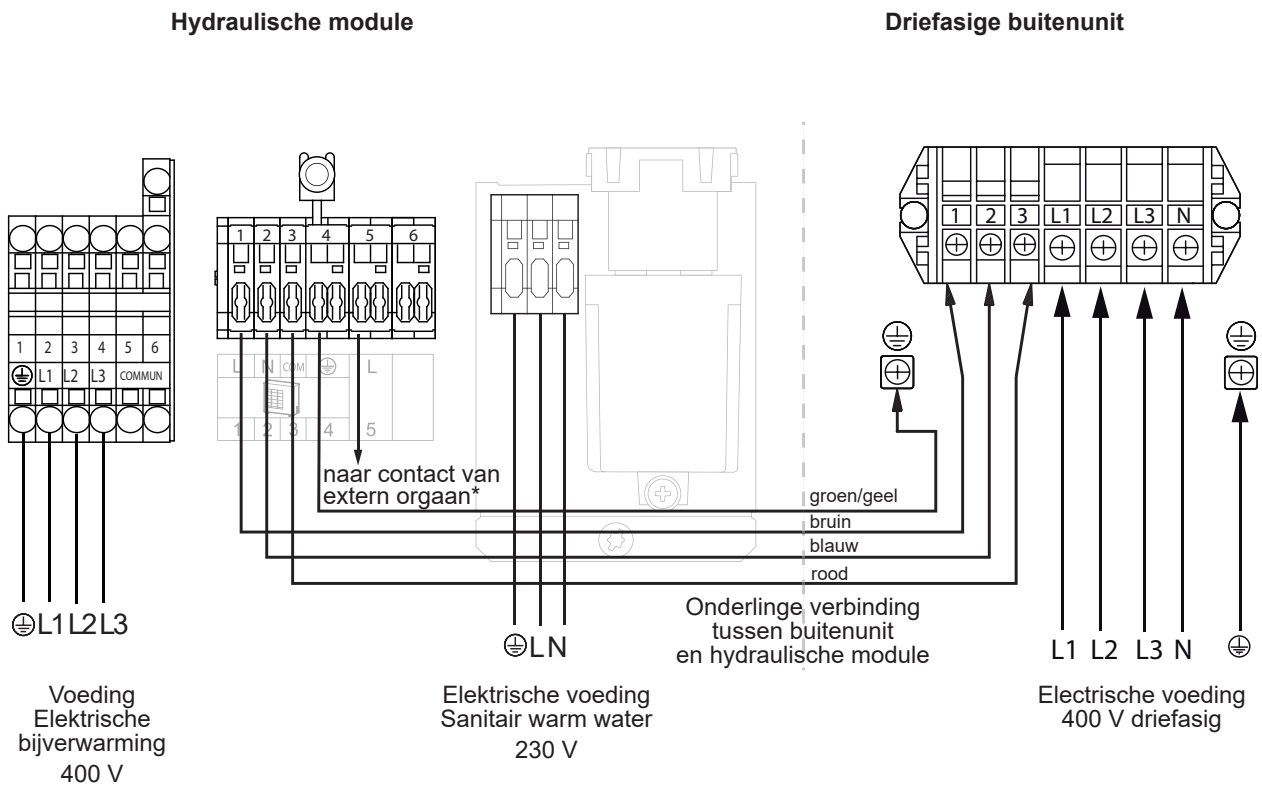

fig. 45 - Aansluiting op de klemmenstroken en vermogenrelais
- De aansluitingen uitvoeren volgens de schema's fig. 39 en fig. 45, bladzijde 40.
- De aansluitingen uitvoeren volgens het schema (fig. 45, bladzijde 40).